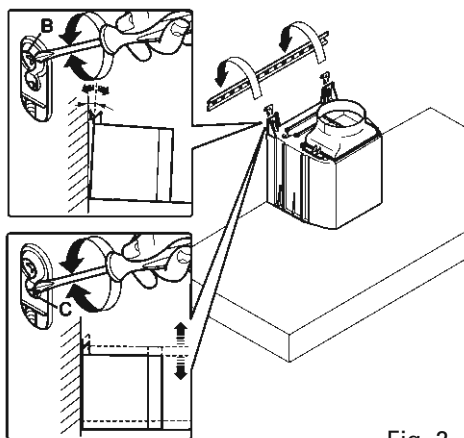

Fig. 2
- Akassza az elszívót a tartólécre ( 2. Rajz – Fig.2 )
- Igazítsa be az elszívót a konzolokon található csavarok segítségével. (2. Rajz – Fig. 2 ) A felső csavar ( B ) a faltól való távolságot szabályozza, az alsó csavar ( C ) a magasságot.